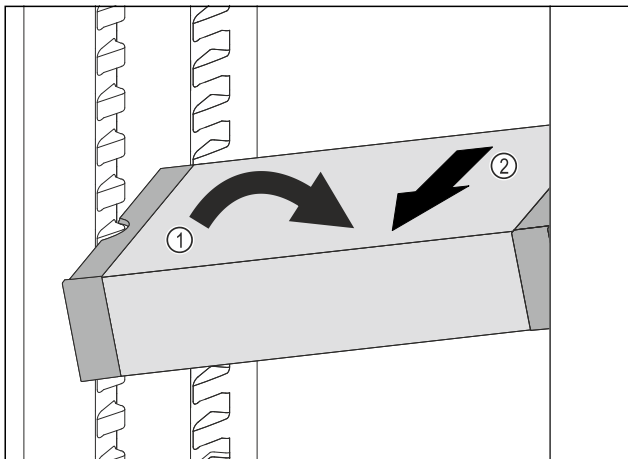

Fig. 105
- ▶ Állítsa ferde helyzetbe a VarioSafe-fiókot a hűtőrészben. Fig. 105 (1)
- ▶ Előrefelé vegye ki a VarioSafe-fiókot. Fig. 105 (2)